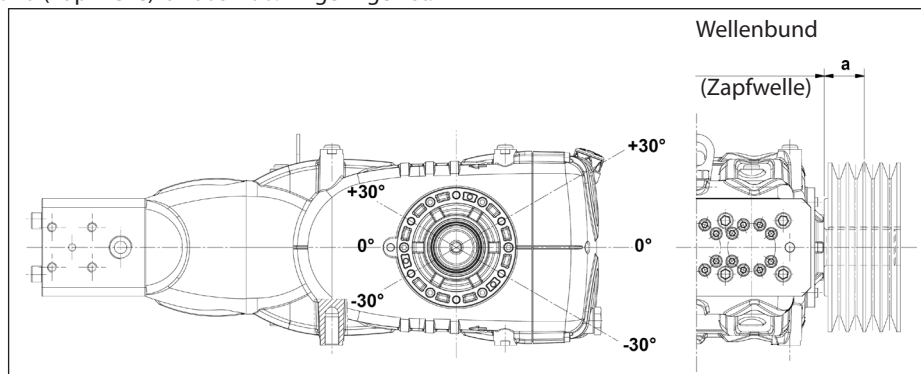

Abb. 12
Der Antrieb gilt als richtig bemessen, wenn die Belastung bei einem maximalen Abstand  $a = 40$  mm vom Wellenbund (Zapfwelle) angewandt wird, siehe Abb. 12.
- b) Verwenden Sie Hochleistungsriemen - zum Beispiel **XPB** statt **SPB** - da hierbei weniger Riemen bei gleicher Leistungsübertragung benötigt wird und der Abstand zum Wellenbund (Zapfwelle) "a" aus Abb. 12 geringer ist.
- e) Folgen Sie der Spannungsrichtung des Riemen lt. Angaben in Abb. 12. Wenden Sie sich bei anderen Anforderungen an die **technische Abteilung** oder den **Kundendienst**.